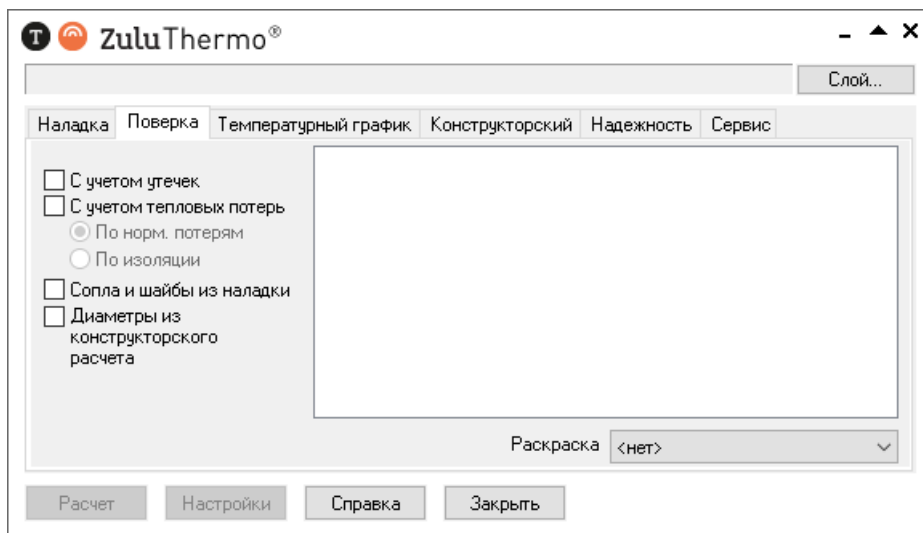

Рисунок 3.5. Окно теплогидравлических расчетов ZuluThermo
1. Выбрать команду главного меню Задачи/ZuluThermo или нажать кнопку  панели инструментов. На экране появится панель теплогидравлических расчетов (Рисунок 3.5, «Окно теплогидравлических расчетов ZuluThermo»).